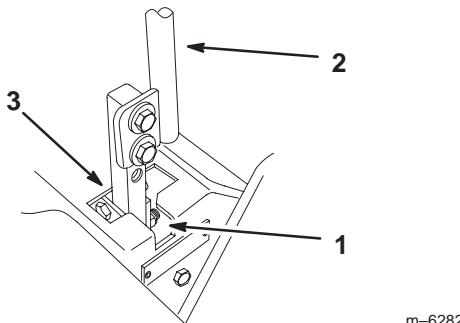

Figure 58
- Vérifiez la position du levier par rapport au cran de la console (Fig. 58). Il doit être centré de façon à pouvoir pivoter vers l'extérieur jusqu'à la position de verrouillage du point mort.
- Appliquez une légère pression à l'arrière du levier, et tournez la tête du boulon de réglage dans le sens voulu pour centrer le levier à la position de verrouillage du point mort (Fig. 58).